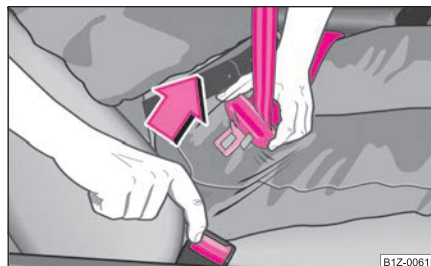

Fig. 163 Eliberarea
- Apăsați tasta roșie din dispozitivul de blocare ⇒ fig. 163. Elementul de prindere va sări singur sub acțiunea unui arc.